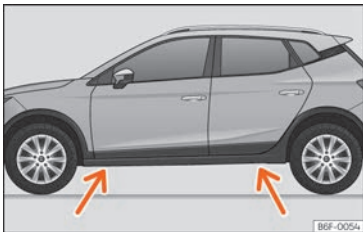

Abb. 39 Aufnahmeplätze für den Wagenheber.
- Suchen Sie am Längsträger die Markierung des Aufnahmeplatzes für den Wagenheber (Eindrückung), die dem zu wechselnden Rad am nächsten liegt » » **Abb. 39**.